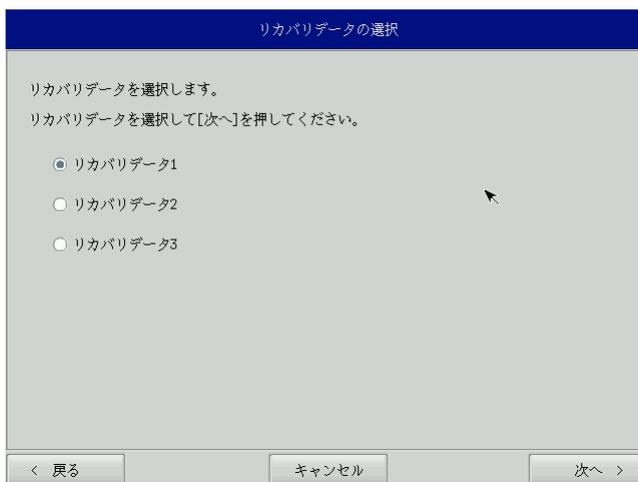

図 6-2-1. リカバリデータ選択画面
- ⑤ リカバリデータ選択画面（図 6-2-1）が表示されます。製品に合わせてリカバリデータを選択し、[次へ]ボタンを押します。表 6-2-1、表 6-2-2 に EC100 シリーズで選択できるリカバリデータを示します。